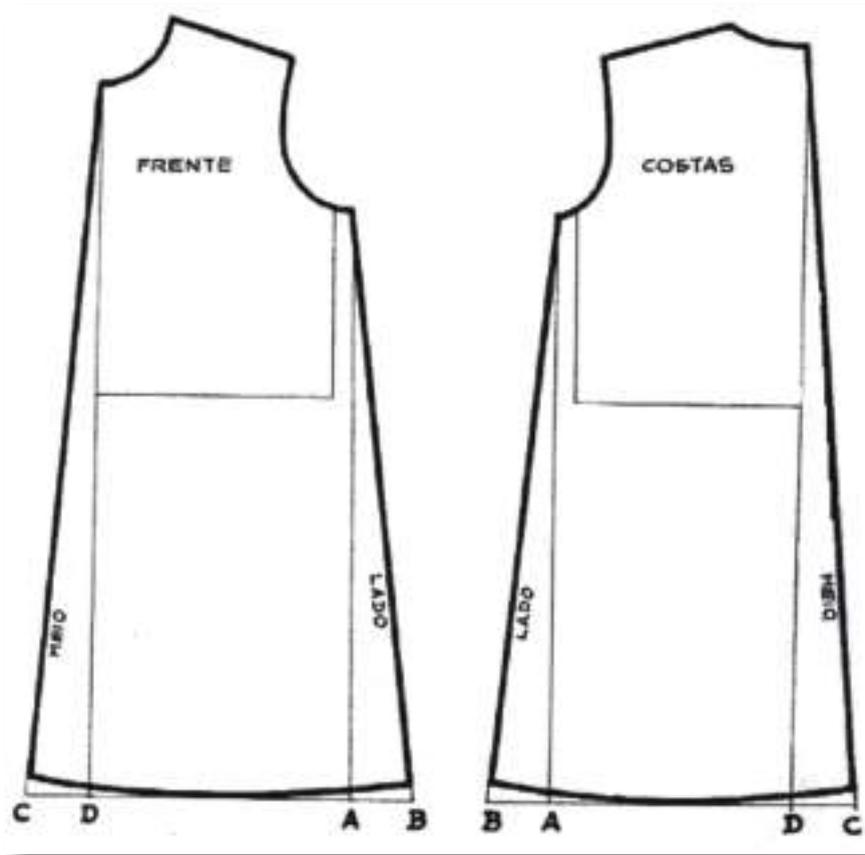

Figura 3
2. O evasé é dado simetricamente nos lados e no centro. Para isso marque em baixo tanto na frente como nas costas **C D** no centro **A B** no lado, ambos de 2 a 6 cm como mostra a (Figura 3). Trace a nova linha central do molde unindo o ponto **C** ao decote e á nova linha lateral, ligando o ponto **B** à extremidade inferior da cava. Arredonde a bainha.